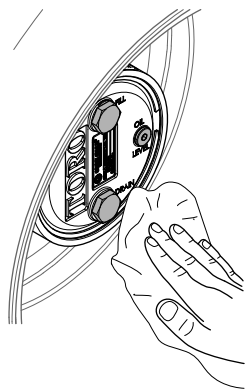

図 105
3. プラネタリハウジングとブレーキハウジングをきれいに拭く 図 105。